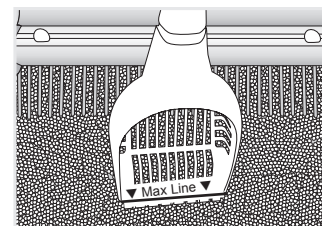

Fig. 4
- Utiliser seulement de la litière agglutinante.** Ne pas utiliser de litière non agglutinante, en cristaux ou en perles. Remplir le bac à litière LitterMaid^{MD} jusqu'au **dessous** de la ligne de remplissage maximal. Ne pas trop remplir le bac à litière, faute de quoi il ne fonctionnera pas adéquatement. À l'aide de la ligne de niveau de remplissage figurant sur la pelle et râtelier nettoyeur LitterMaid^{MD}, vérifier que la litière au centre du bac est au bon niveau (Fig. 4).